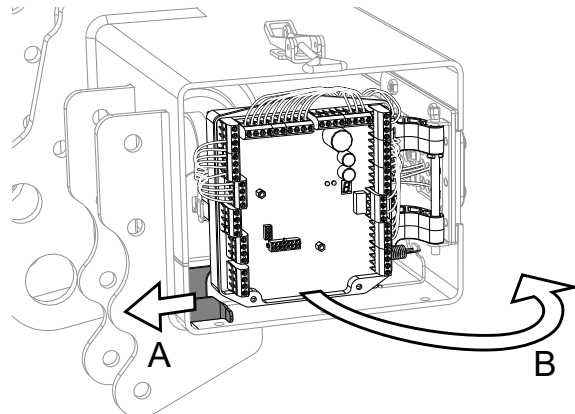

Abbildung 71. Freigabestellvorrichtung der Steuerplatine
2. Die Freigabestellvorrichtung (A) nach links führen und dann die Steuerplatine (B) nach außen biegen, siehe Abbildung 71.